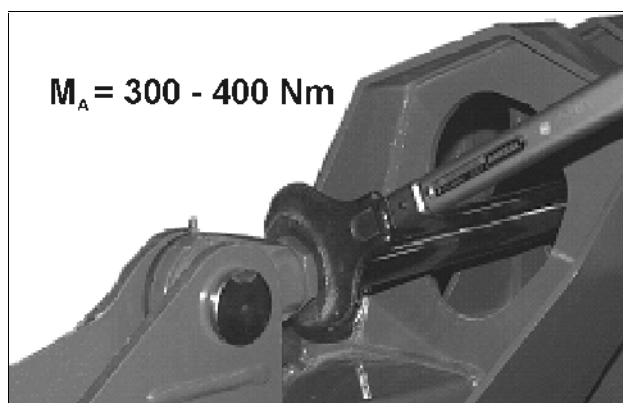

Fig. 28
- Torque 300 – 400 Nm (Fig. 28)